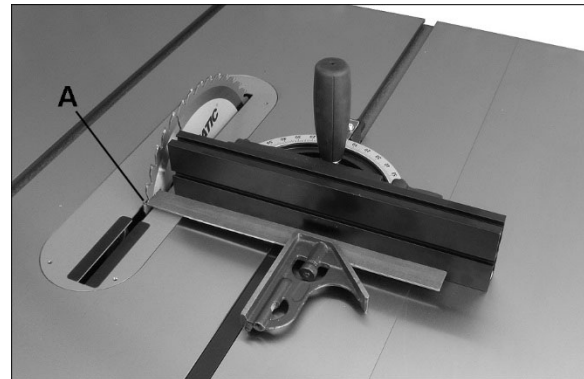

Figure 8-11
5. Faites pivoter la dent marquée (A) de façon à ce qu'elle soit légèrement au-dessus du plateau du banc à l'arrière, en utilisant l'équerre comme précédemment pour vérifier que la distance par rapport à la lame est identique. Voir la Figure 8-11. Si les deux distances ne sont pas identiques, notez bien la différence.